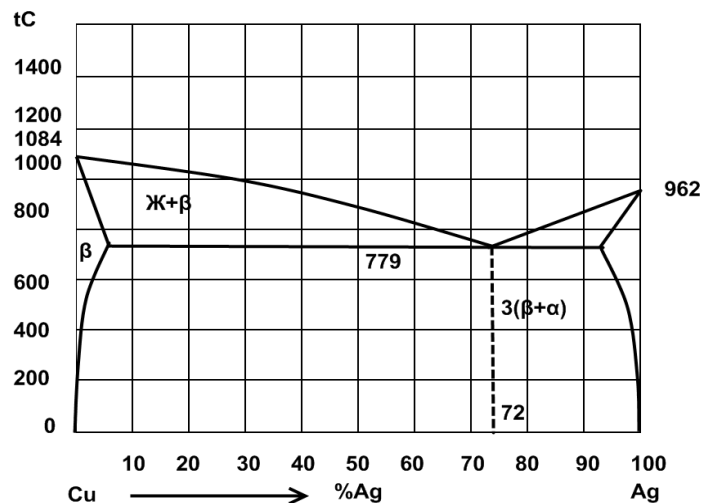

Рис. 3. Диаграмма состояния медь – серебро (Cu – Ag)
2. Вычертите диаграмму состояния системы медь — серебро. Опишите взаимодействие компонентов в жидком и твёрдом состояниях, укажите структурные составляющие во всех областях диаграммы состояния и объясните характер изменения свойств в данной системе с помощью правила Курнакова (рис.3).